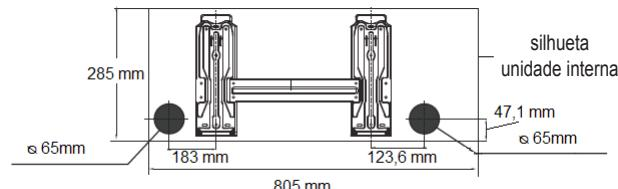

fig. 8 -
1. Destaque a placa pré-cortada (A - "fig. 8 -") em correspondência ao sentido desejado.